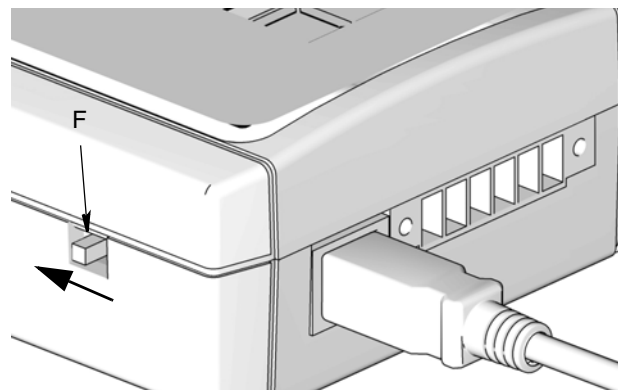

ABB. 6
3. Achten Sie darauf, den Auswahlschalter (F) in die richtige Position für eine USB-Verbindung zu setzen. Zu den Schalterpositionen siehe ABB. 6.